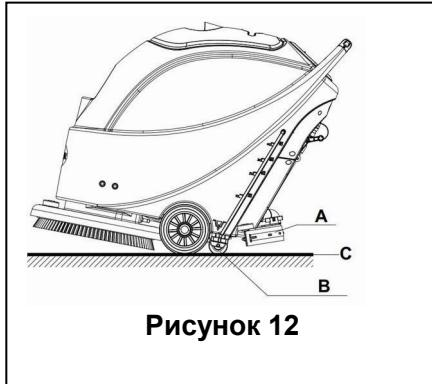

Рисунок 12
8. Отпустите кнопку предохранителя (1) для отключения щетки/PAD-держателя и магнитного клапана..
9. Нажмите кнопку отключения вакуумного насоса (42) в позицию “O”, после чего подождите 5 секунд до полной остановки вакуумного насоса и остановите устройство.
10. Нажмите кнопку регулирования расхода воды (44) в позицию “O” для выключения
11. Нажмите кнопку включения питания (41) в позицию “O”.
12. Используйте ручку швабры (14) для ее поднятия.
13. Возьмите руль (2) и слегка наклоните устройство назад, пока устройство направляющее колесо (B) не коснется пола. См. рисунок 12.